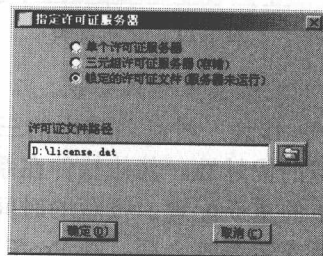

图 1-14 指定了许可证文件
(9) 找到已经拷贝到硬盘 D 区上的“license.dat”文件，单击 **打开** 按钮，重新回到【指定许可证服务器】对话框，如图 1-14 所示。